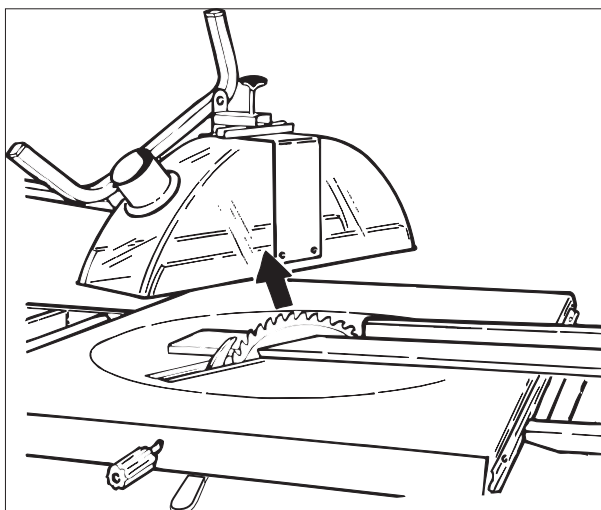

Fig. 15
- Legg arbeidstykket mot anholdet, og kapp ved å heve sagbladet. *Se fig. 15.*